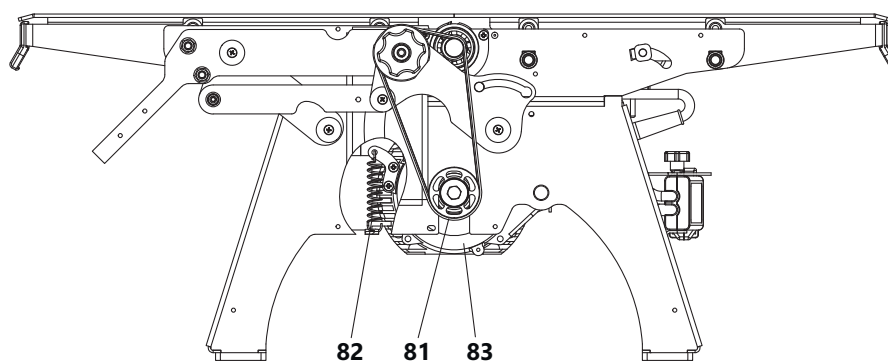

Рис. 33
- ослабить натяжение ремня 81 (рис. 33), отжав двигатель 83 вверх, либо сняв пружину натяжения 82;